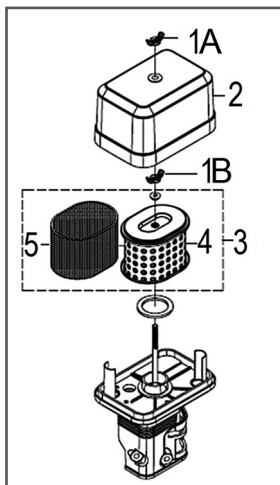

Рис. 16 Обслуживание воздушного фильтра
1. Открутите барашковую гайку 1А и снимите крышку 2 воздушного фильтра (Рис. 16).
2. Открутите барашковую гайку 1В и извлеките из корпуса воздушный фильтр 3 в сборе (Рис. 16).
3. Проверьте целостность и чистоту фильтрующих элементов. Поролоновый (предварительный) фильтрующий элемент 5 установлен на корпусе бумажного фильтрующего элемента 4 (Рис. 16).
4. При незначительном загрязнении промойте поролоновый фильтрующий элемент 5 (Рис. 16) теплым